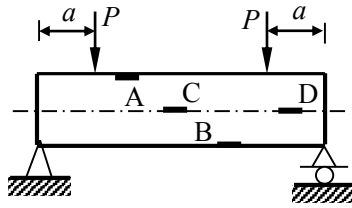

图 2
2. 衡量材料塑性性质的主要指标是③、④。
3. 保持扭矩不变，长度不变，圆轴的直径增大一倍，则最大切应力 τ_{\max} 是原来的⑤倍，最大单位长度扭转角 ϕ' 是原来的⑥倍。
4. 图 2 所示梁的 A 、 B 、 C 、 D 四点中，单向应力状态的点是⑦、纯剪切应力状态的点是⑧，在任何截面上应力均为零的点是⑨。